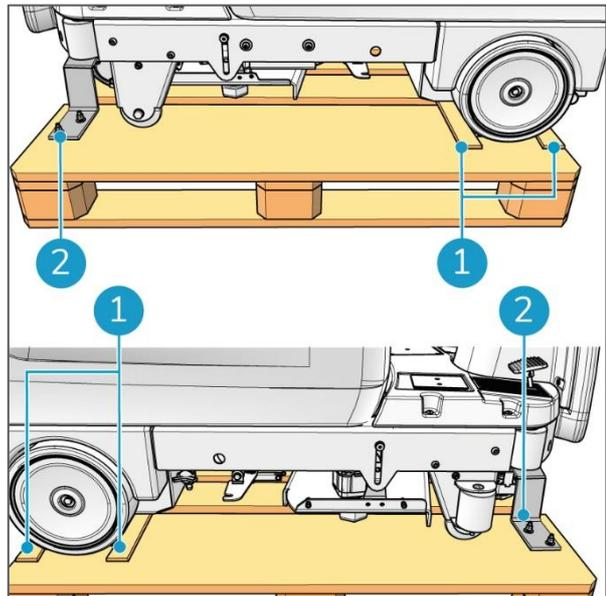

Abbildung 12
1. Lösen Sie die Metallhalterungen vorne links und rechts (Abbildung 12, Pos. 2).
2. Entfernen Sie die beiden Holzleisten, die die Hinterräder fixieren (Abbildung 12, Pos. 1). Der i-drive kann jetzt von der Palette bewegt werden.